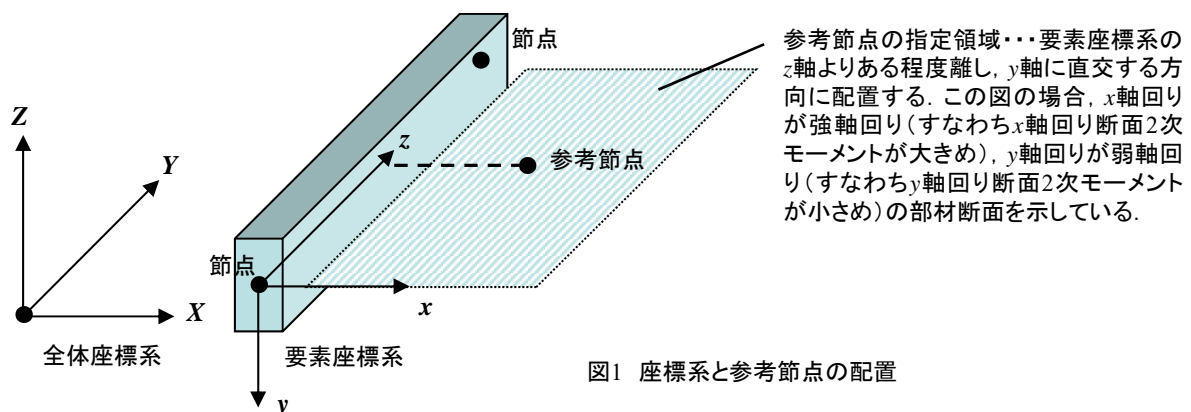

図1 座標系と参考節点の配置
4. 1要素につき1つの参考節点を設定し、その座標値を入力する。(要素断面の向きを決める。図1参照)